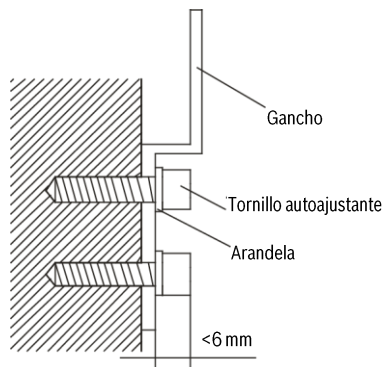

Fig. 49-7
1. Fijar el gancho con un tornillo autoajustante en la pared. (Véase fig.49-7)